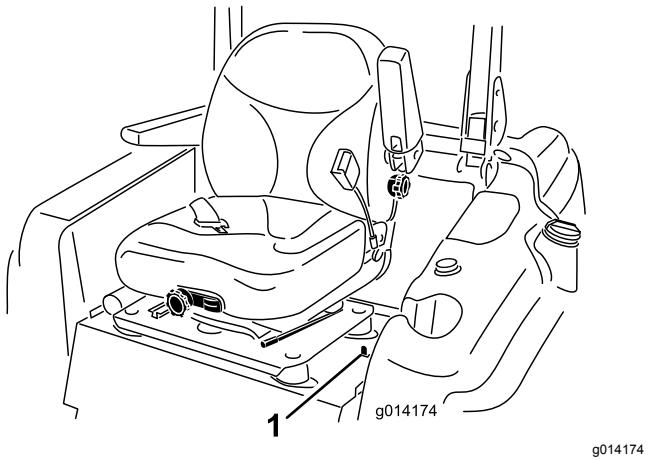

图16
1. 向后移动位于座椅左手侧的座椅闩锁可打开座椅锁定然后向前拉动座椅顶部 图16。